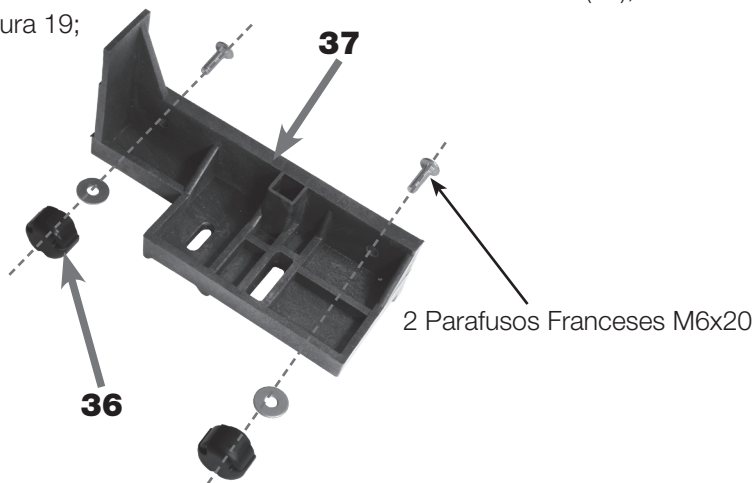

FIGURA 19 - Montagem da Cantoneira Deslizante
7. MONTAR os 2 Parafusos Franceses M6x20 com os Manípulos (36) e as respectivas Arruelas Lisas na face vertical da Cantoneira Deslizante (37), conforme indicado na figura 19;